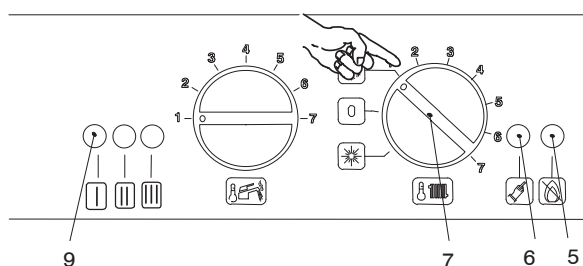

Fig. 6-3
- 2 Turn the function selector 7 as in Fig. 6-3. The appliance operation light 9 will flash every 2 seconds.
To reset the boiler press and release the boiler reset button 6 (Fig. 6-3).
- 2 Переместите переключатель 7 в положение, как указано на рис. 6.3. Индикатор работы котла 9 будет моргать каждые 2 секунды.
Чтобы перезапустить котел, нажмите и отпустите кнопку разблокировки 6 (рис.6.3)